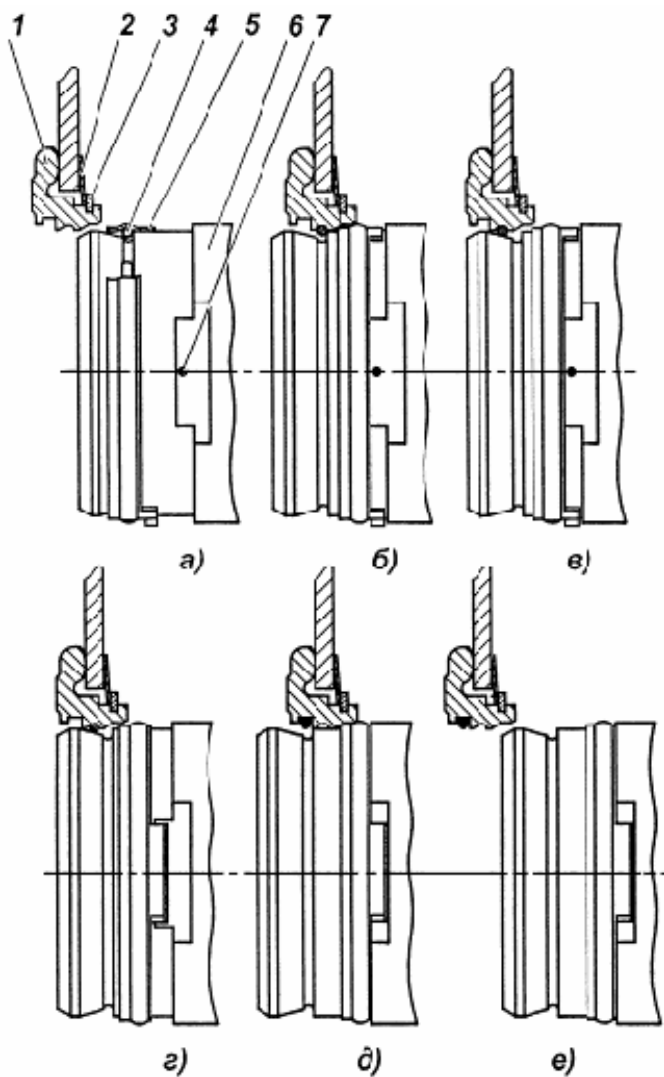

Рис. 102. Основные положения запорного устройства:
Конструкция запорного устройства механизма выключения сцепления требует выполнения особых правил установки коробки передач на двигатель. Основные положения запорного устройства показаны на рис. 102.
- 4 Переместить муфту выключения сцепления к упорному кольцу до упора, для чего с помощью технологического рычага повернуть вал вилки выключения сцепления против часовой стрелки. Пружинное кольцо при этом попадает в фасонную канавку упорного кольца (положение "б", рис. 102).
- 5 Поворачивая вал вилки выключения сцепления по часовой стрелке, переместить муфту в направлении от двигателя (положение "в" рис. 102).
- 5 Повернуть замковое кольцо 5 (рис. 102) относительно втулки 6 так, чтобы выступы кольца совпали с пазами втулки (положение "г").